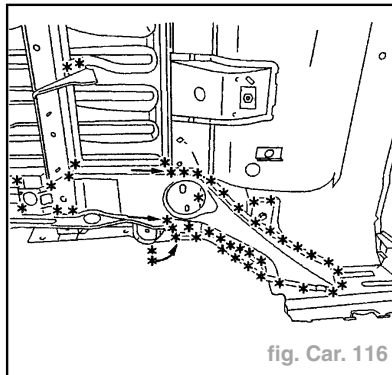

fig. Car. 116
- Dégraffer les lignes de points à l'aide d'une fraise de  $\varnothing = 8 \text{ mm}$  (fig. Car. 116).